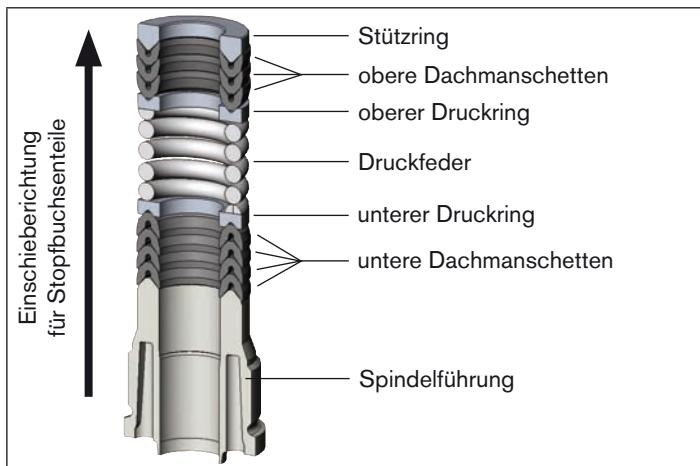

Bild 21: Dichtungssatz für Stopfbuchse
- Die Einzelteile in vorgegebener Richtung und Reihenfolge auf die Spindel stecken (wie im „Bild 21: Dichtungssatz für Stopfbuchse“ dargestellt).